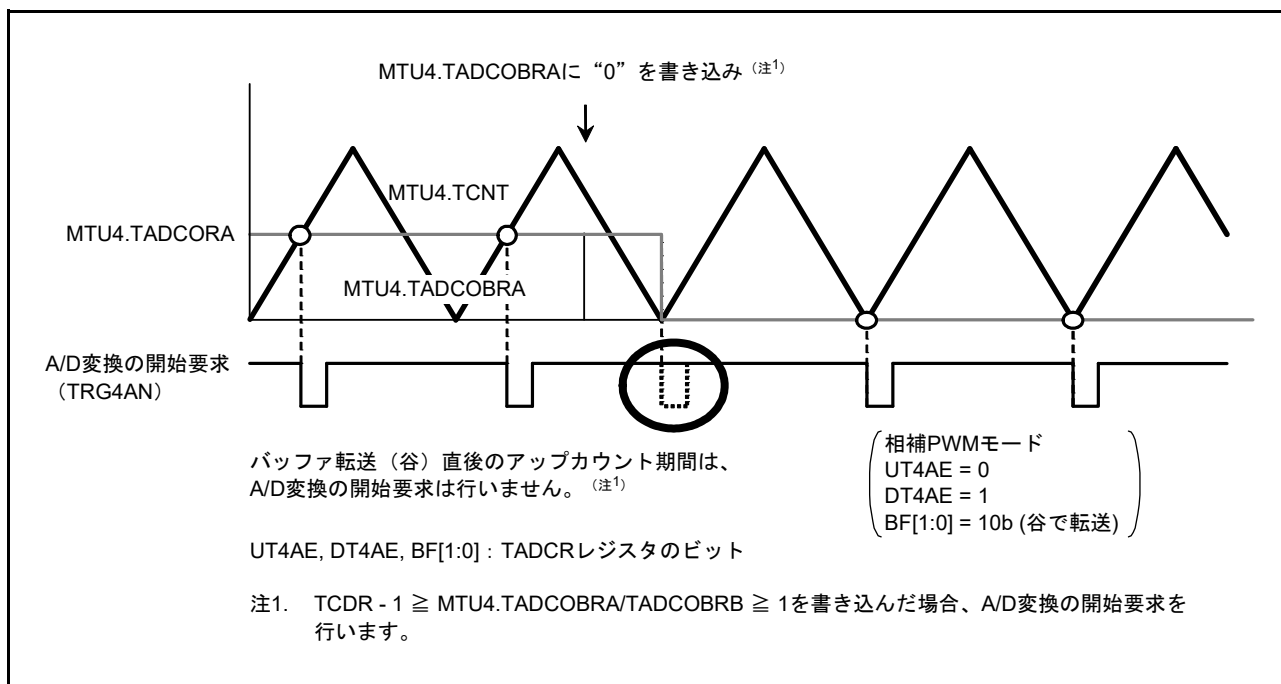

図 20.152 MTU4.TADCOBRAに“0”を書き込んだときのA/D変換の開始要求 (MTU4)
- MTU4.TADCOBRA、MTU4.TADCOBRB (MTU7.TADCOBRA, MTU7.TADCOBRB) レジスタに“0”、かつ、MTU4.TADCR (MTU7.TADCR) レジスタの UT4AE、UT4BE (UT7AE, UT7BE) ビットに“1”を設定して、MTU4.TCNT (MTU7.TCNT) カウンタの谷でバッファ転送したとき、転送直後のアップカウント期間については A/D 変換の開始要求を行いません (図 20.152)。